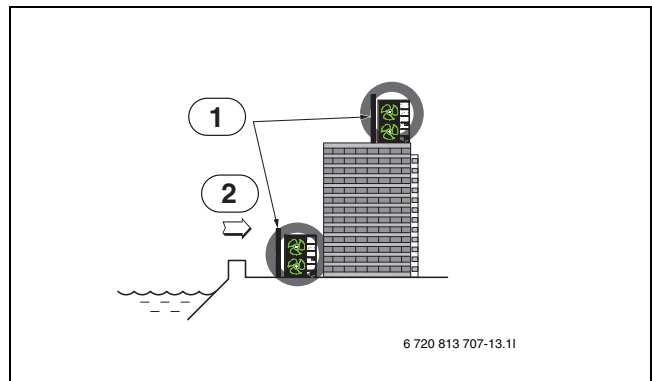

Рис. 14
- ▶ Если наружный блок устанавливается на морской стороне, смонтируйте защиту от морского ветра (→ рис. 14)